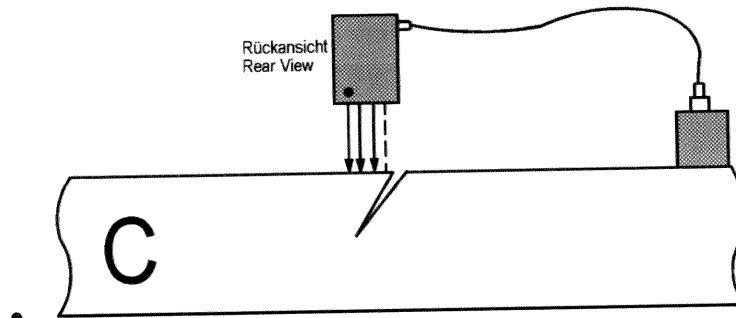

Fig. 11: セットアップ C : 2回目のゼロ測定
- プロブ、参照割れ TP、外設磁極付き電極をセットアップ C (Fig.11) のように配置します。その時、割れを介して、外設磁極付き電極の反対側に4ピン全てを配置するようにします。電流印加ピン (プローブ上の赤点付き) は外側に配置されています。内側の電圧測定ピンを割れに近づけます。全てのピンは割れの無い部分に置きます。